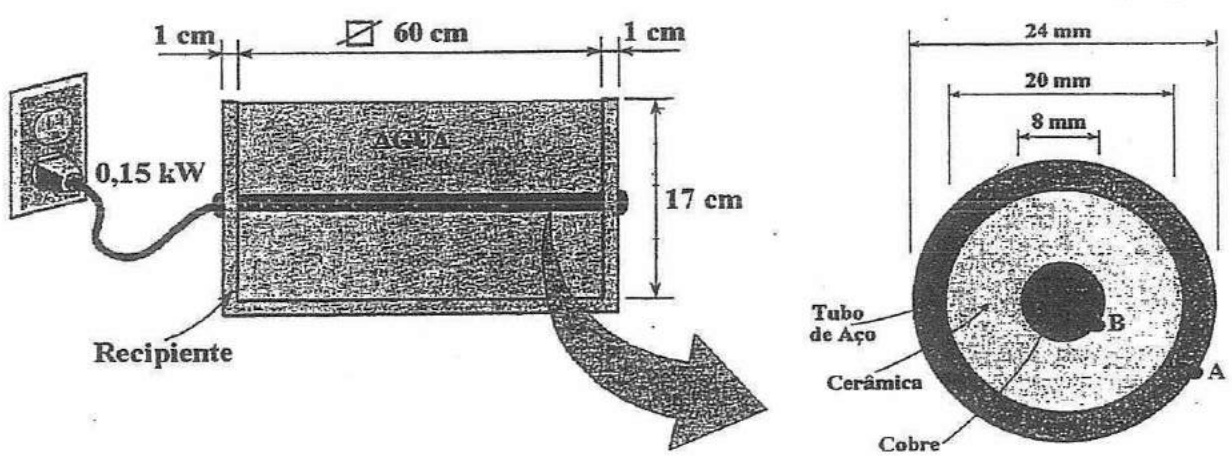

Figura 1
1. Considere o dispositivo de aquecimento de um banho de água termoestabilizado, utilizado na calibração de sensores de medida de temperatura, cujo recipiente tem as dimensões indicadas na figura 1. A temperatura da água é controlada por um termostato de mercúrio de "alta" precisão.
O elemento aquecedor é uma resistência eléctrica constituída por um cilindro de cobre ($\varnothing = 8 \text{ mm}$; $L = 600 \text{ mm}$) instalada no interior de um tubo de aço inox de diâmetro interior igual a 200 mm e uma espessura de 2 mm. Um material cerâmico preenche o espaço entre o tubo e o cobre, como se mostra do pormenor da figura 1.